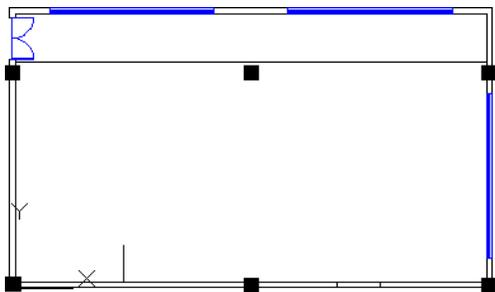

图 17.12.32 绘制直线 1
(1) 定义用户坐标系 (UCS)。在命令行中输入命令 UCS 后按 Enter 键，输入字母 N 后按 Enter 键，捕捉图形的左下角点并单击，此时用户坐标系便移至指定位置。
(2) 切换图层。在“图层”工具栏中，选择“室内台阶”图层。
(3) 选择下拉菜单 **绘图(D)** → **直线(L)** 命令，输入坐标值 (4000,200) 后按 Enter 键，输入坐标值 (@1300<90) 后按两次 Enter 键，完成后如图 17.12.32 所示。